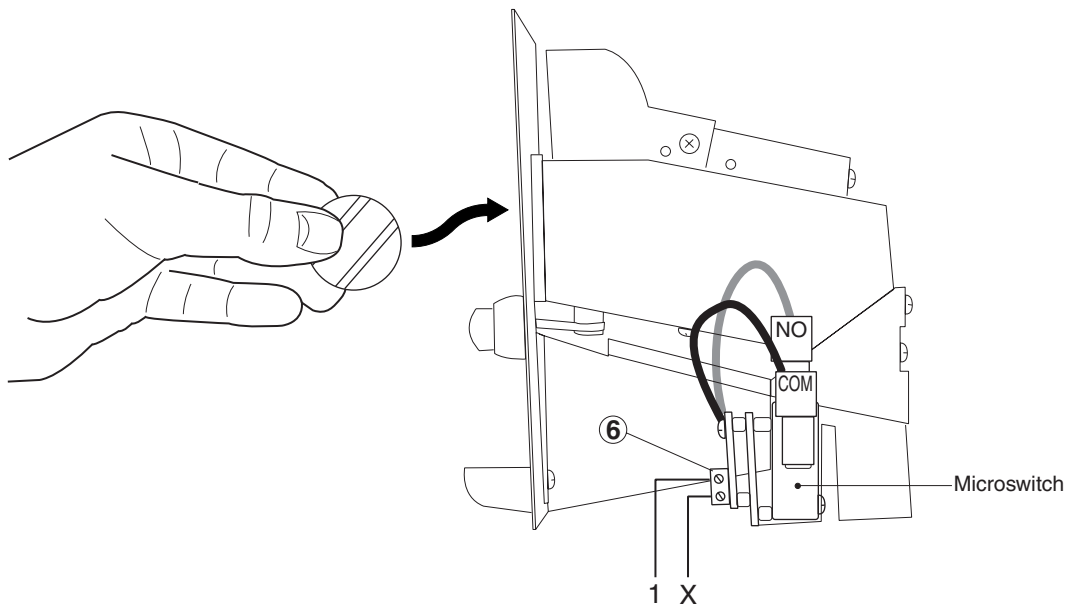

fig. 2
**4. Collegamenti elettrici (fig. 2)**
**4. Electric connections (fig. 2)**
**4. Raccordements électriques (fig. 2)**